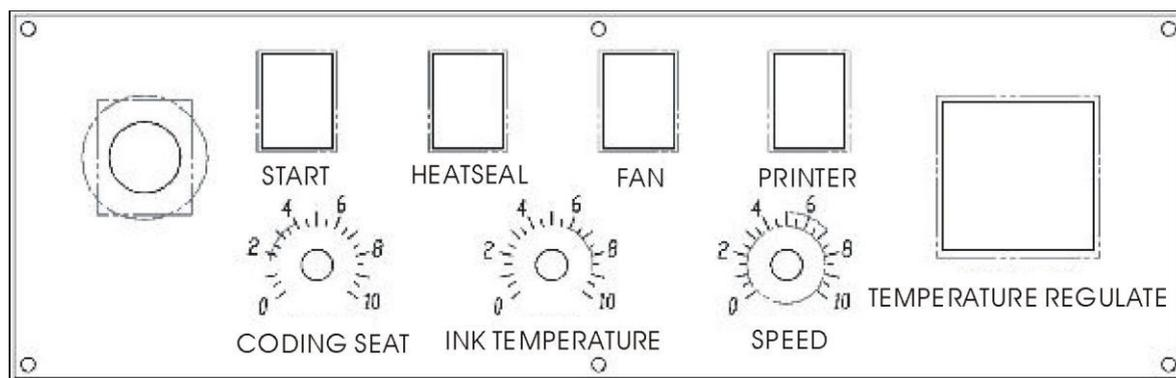

Рис.2
1. Панель управления (см.рис. 2)